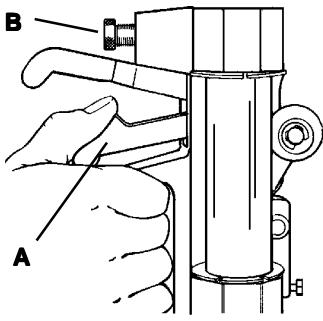

Figure 17
3. Rest your left hand lightly on the glass to hold it against the triangular face plate. Grasp the **CUTTING HEAD** handle with your right hand and depress the **SHORT THUMB LEVER (A)** as shown in **Figure 17**.
5. Never score the same place more than once. A light, continuous score is best. If the pressure is too great, the score will be flaky. Pressure is adjusted with the **PRESSURE KNOB, (B)**. The correct position of this **KNOB** will expose about 1/2" (13mm) of threads.
3. Mit Ihrer linken Hand drücken Sie das Glas leicht gegen die die dreieckige Auflagescheibe. Mit der rechten Hand halten Sie den Griff des **Schneldekopfes** fest und drücken den **kurzen Hebel (A)**, wie in **Abbildung 17** gezeigt.
5. Der Anriß sollte niemals wiederholt werden. Ein leichter, durchgehender Anriß ist am besten. Wenn der Andruck zu groß ist, wird der Anriß zu rauh. Die **Andruckschraube (B)** reguliert den Andruck. Die **Andruckschraube** ist richtig eingestellt, wenn ca. 13 mm des Gewindes der Schraube sichtbar ist.
3. Posez votre main gauche fermement sur le verre pour le maintenir contre la plaque avant triangulaire. Prenez la poignée de la **TÊTE DE COUPE** de la main droite et appuyez sur le **LEVIER DE TAQUET DROIT (A)** comme il est illustré dans la **Figure 17**.
5. N'entaillez jamais la même pièce plus d'une fois. Une entaille légère et continue vaut mieux. Si la pression est trop grande, l'entaille s'effrera. La pression est ajustée à l'aide du **BOUTON DE PRESSION (B)**. La position correcte de ce **BOUTON** exposera environ 13 mm (1/2 po.) de pas de vis.